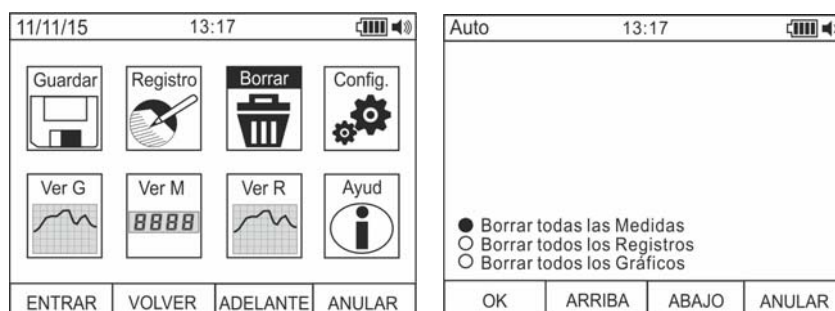

Fig. 12: Borrado memoria interna
14. Utilice las teclas **F2** o **F3** para seleccionar el icono “Borrar” y pulse la tecla **F1** (vea Fig. 12 – parte izquierda)